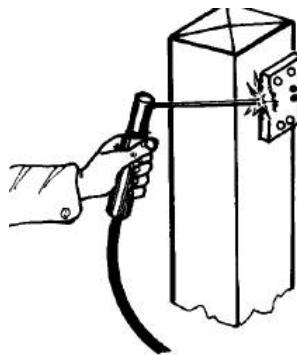

рис. 10
- Если рама (столб) металлическая, то электросваркой (рис. 10).